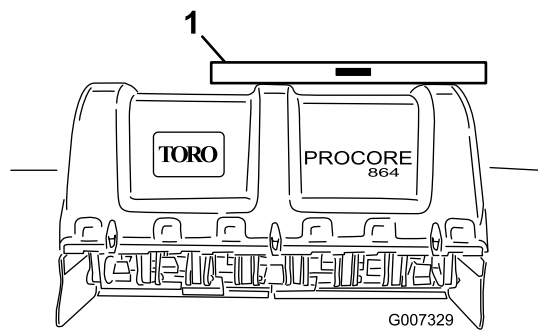

図 15
2. 機体の上面に水準器を置いて、機体の左右の水平を調べる 図 15。